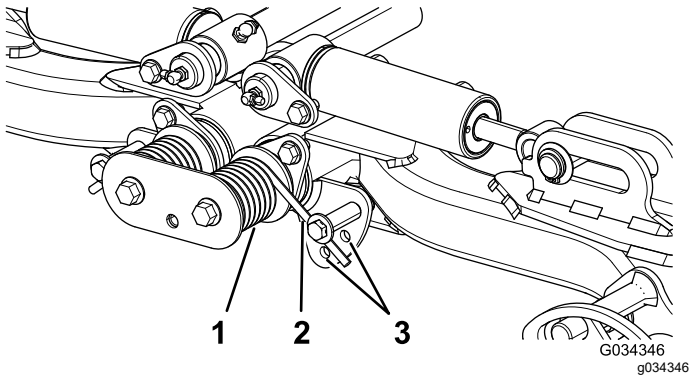

Bild 38
2. Führen Sie ein Rohr oder ein ähnliches Objekt in die lange Feder ein, um die Federspannung während der Einstellung aufzuheben (**Bild 38**).
3. Wenn Sie die Federspannung aufgehoben haben, nehmen Sie die Schraube und Sicherungsmutter ab, mit denen der Federaktuator an der Halterung befestigt ist (Bild 38).